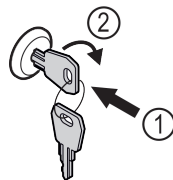

Fig. 167 Примерно изображение
- ▶ Пъхнете ключа Fig. 167 (1).
- ▶ Завъртете го на 90° по посока на часовниковата стрелка Fig. 167 (2).